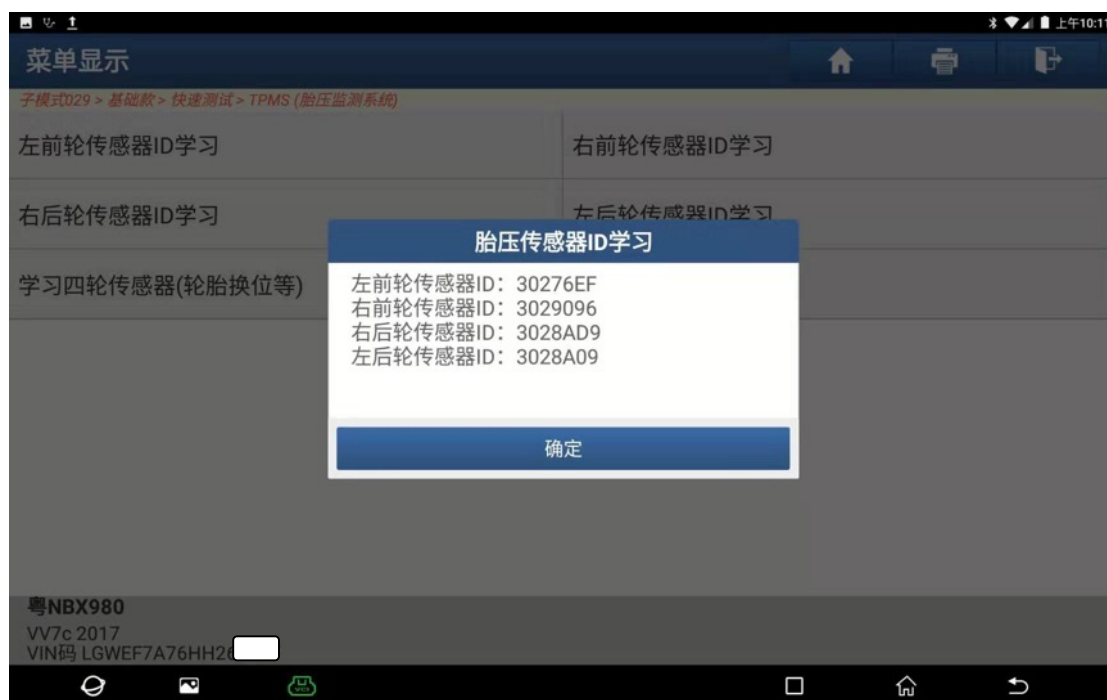

图 24
24). 四个轮传感器 ID 学习成功，点“确定”，如图 24: